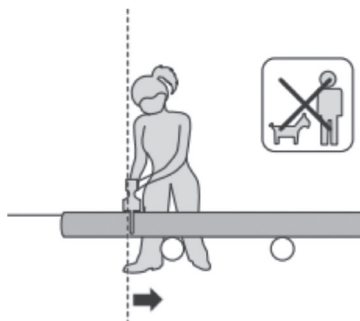

Рис. 15
2. Держите аккумуляторную пилу с правой стороны тела (рис. 15).